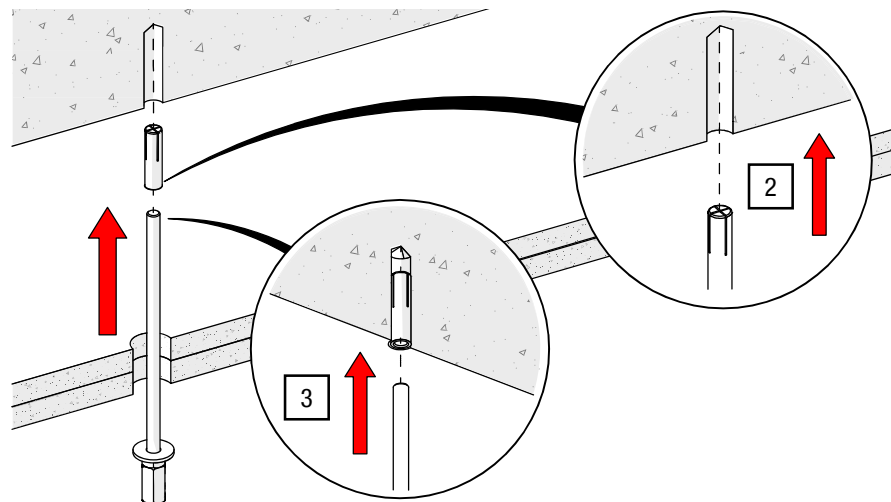

Abb. 37: Deckenabhängung – Einschlaganker und Gewindestange montieren
- Montieren Sie den M6×30 Einschlaganker in der Betondecke entsprechend den Herstellerangaben (siehe Abb. 37).
- Montieren Sie Gewindestange mit Mutter, Konter- und Verbindungsmutter sowie Unterlegscheibe vor und drehen Sie diese im Einschlaganker mit einem Gabelschlüssel SW 10 und 3 Nm ein (siehe Abb. 37; Einschraubtiefe in Verbindungsmutter siehe *Kapitel 3.4.4 Abhängung mit Distanzrohr (OFFICE) – Rohr- und Gewindestange* [► S. 25]).